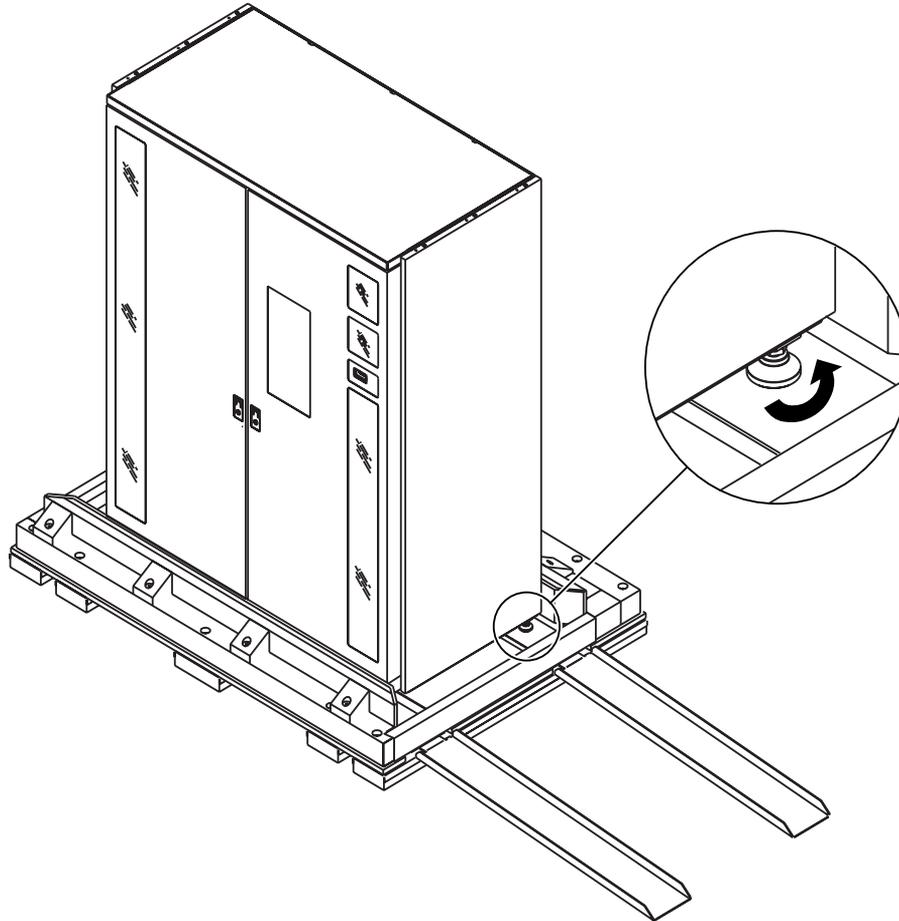

Figura 4-11: Alzar las patas de nivelación
5. Compruebe que las cuatro patas de nivelación de la biblioteca están alzadas. Si la biblioteca descansa sobre las patas de nivelación, gire cada una de ellas a la derecha (utilizando la llave de tuercas abierta de $\frac{3}{4}$ pds incluida en el kit de accesorios) hasta que estén a 1,27 cm sobre el palet (consulte la Figura 4-11).